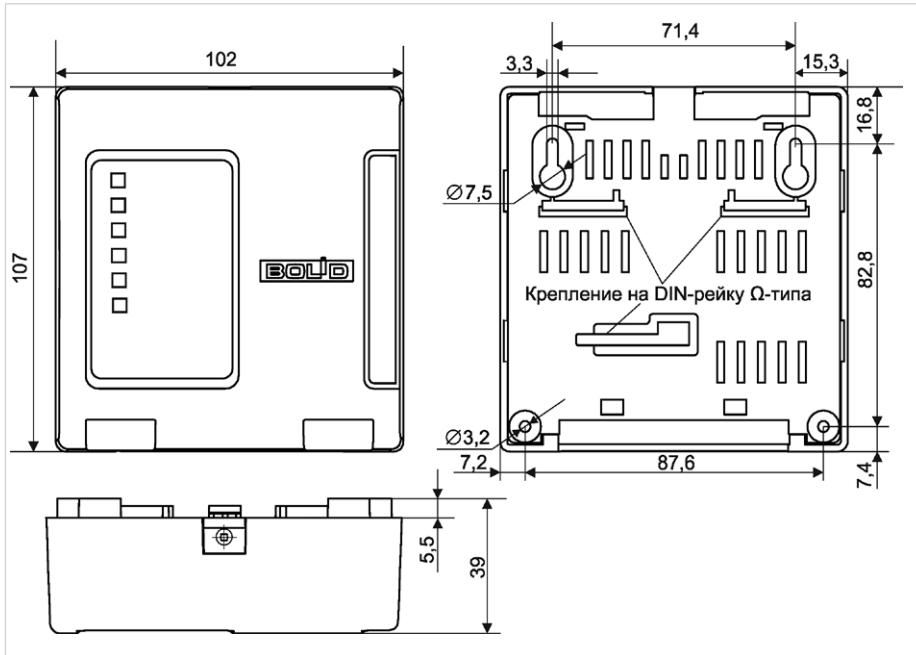

Рисунок 32. Внешний вид и габаритные размеры прибора
1.1. Наметьте на стене места для трёх установочных отверстий (двух верхних, имеющих форму пазов для навешивания, и одного из нижних на выбор) в соответствии с габаритным чертежом (см. рис. 32).